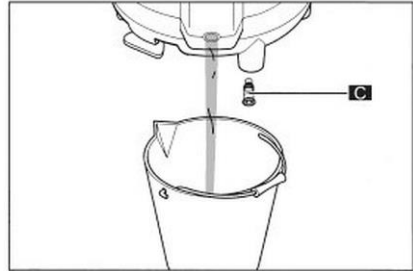

Рис. 45
7. Оттянуть сливной винт (С) и подождать, пока вода полностью не стечет из резервуара для воды (рис.45).